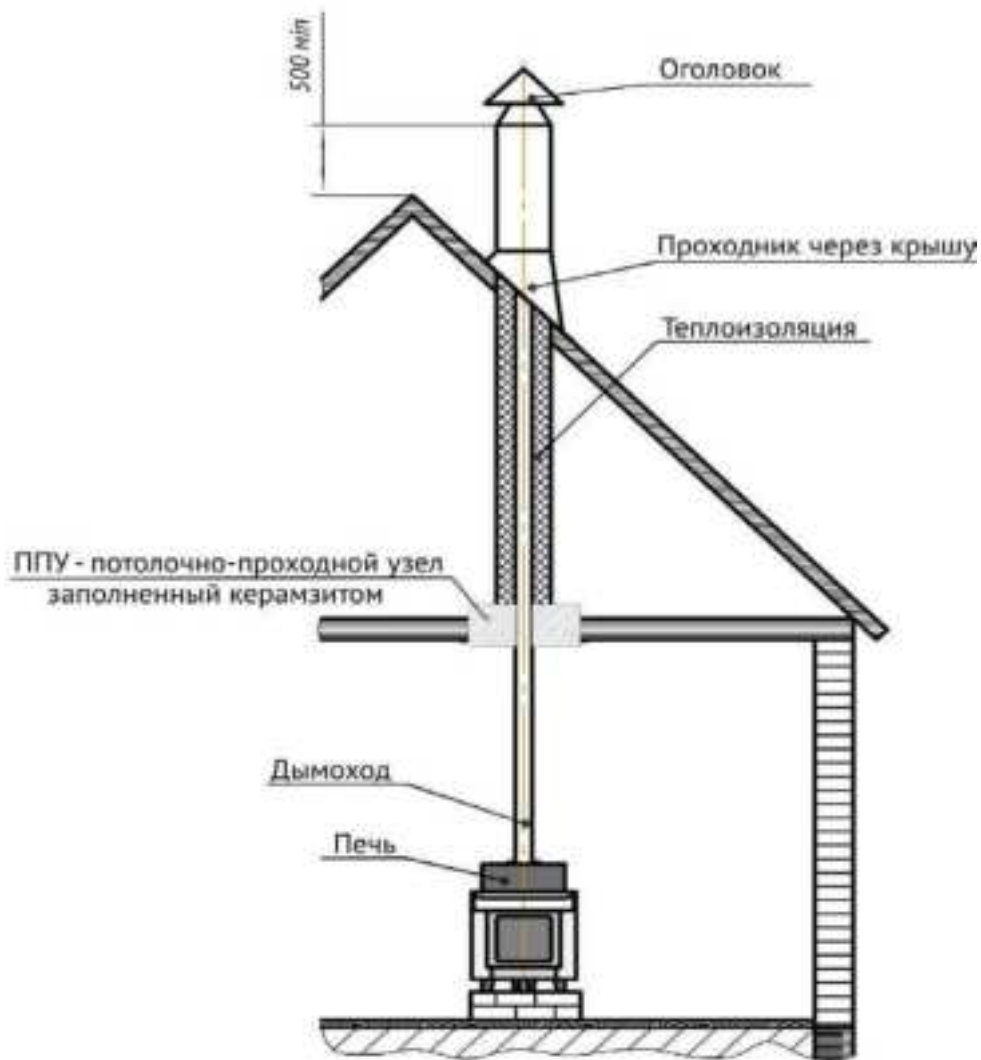

Рисунок 8.3.1. Схема монтажа дымоотводящих каналов
**8.3.4.** В потолке (см. рис. 8.3.1. стр. 26) обязательно делается противопожарное отверстие под размер внешнего диаметра потолочно-проходного устройства.
**8.3.6.** Пространство в потолке между трубой и отверстием заполняют противопожарной изоляцией, например, базальтовой ватой, керамзитом и т.п., и закрывают сверху металлическим листом. Металлический дымоход вне зоны парной (см. рис. 8.3.1. стр. 26) должен иметь теплоизоляцию из негорючих материалов толщиной не менее 50 мм, для предотвращения образования конденсата. При отсутствии в помещении бани капитального дымохода устраивают насадной дымоход из металлических труб, опирающийся на потолочное перекрытие.